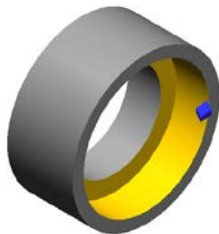

图 8.9.6 仿真结果
(1) 在 **刀路** 选项卡中单击 **▶** 按钮, 然后单击“验证选定操作”按钮 **🔍**, 系统弹出“Mastercam 模拟器”对话框。
(2) 在“Mastercam 模拟器”对话框中单击 **▶** 按钮, 系统将开始进行实体切削仿真, 结果如图 8.9.6 所示, 单击 **✕** 按钮。